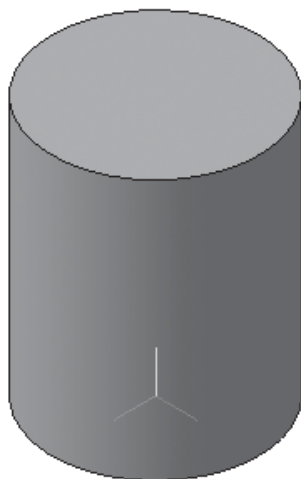

Рисунок 3.4 – Циліндр
- система автоматично уточнила форму циліндра (рис. 3.4).